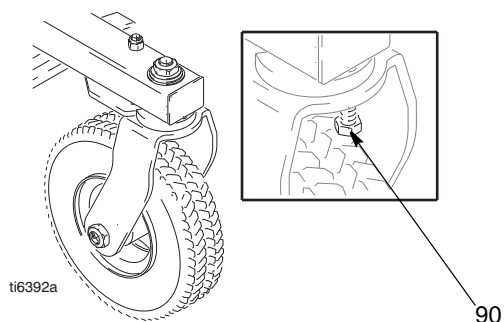

FIG. 1
7. Sett skruene (34) i drivmekanismehuset. Trekk jevnt til med momentet som er vist i notat 3 i Fig. 1.
9. Sett på frontdekslet (52) med de to skruene (32).